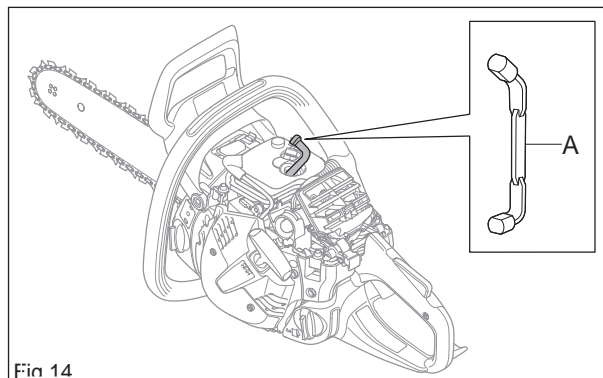

Fig 14
Dévisser le capuchon de la bougie et retirer la bougie pour monter la butée de piston 502 54 15-01. (A) (voir la figure 14).